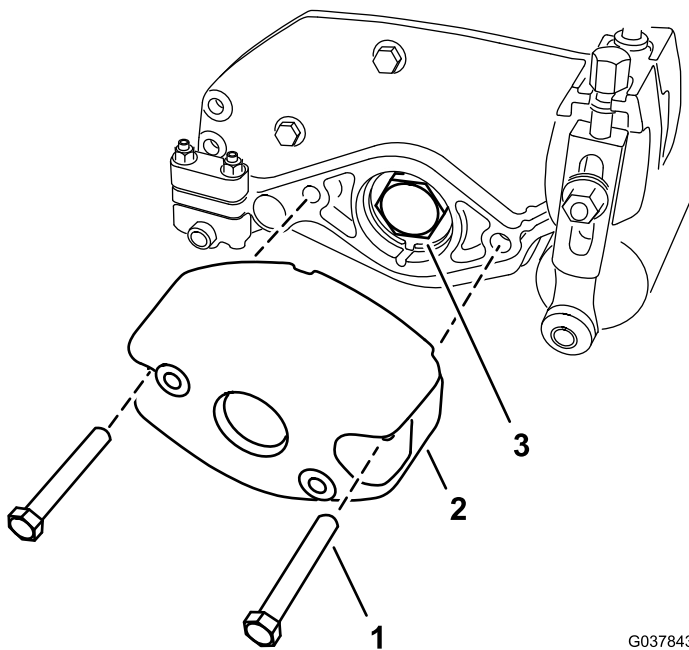

Bild 4
- Nehmen Sie die zwei Schrauben (5/16" x 2 1/4") von den zwei Muttern (unverlierbar von der Seitenplatte) ab, mit denen das Gegengewicht an der Seitenplatte der Schneideinheit befestigt ist. Entfernen Sie das Gegengewicht (Bild 4).
7. Nehmen Sie Lagermutter von der Spindelwelle ab (Bild 4).